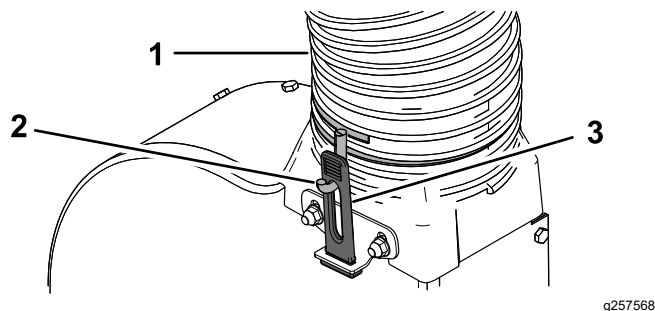

Figura 20
2. Avvitare la fascetta stringitubo sull'altra estremità del nuovo flessibile per 2 o 3 giri (Figura 20).
3. Montate il flessibile sulla transizione del soffiatore, in modo tale che il flessibile formi all'incirca una piega di 90 gradi dal cofano. Regolate l'orientamento dei ganci delle fascette stringitubo quanto basta per allinearle con i fermi in gomma e fissate il flessibile tirando i fermi di gomma per inserirli nei ganci (Figura 20).